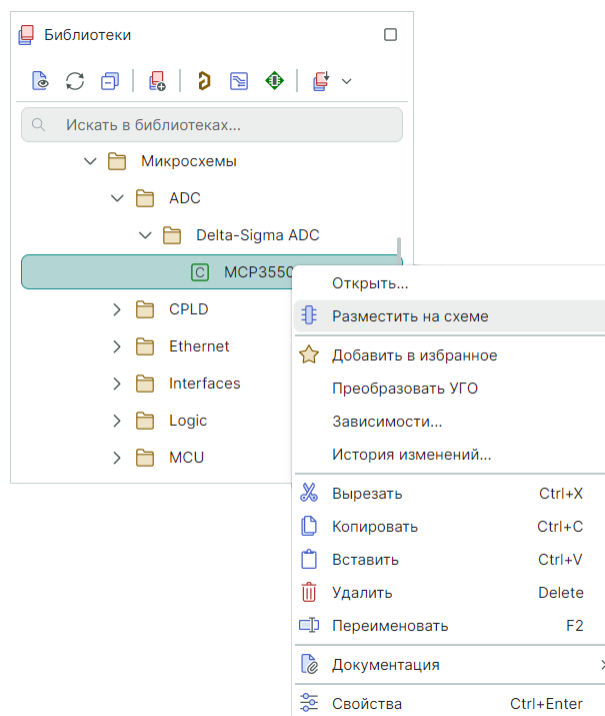

Рис. 44 Размещение компонента на схеме
2. Выберите в контекстном меню пункт «Разместить на схеме», см. Рис. 44.